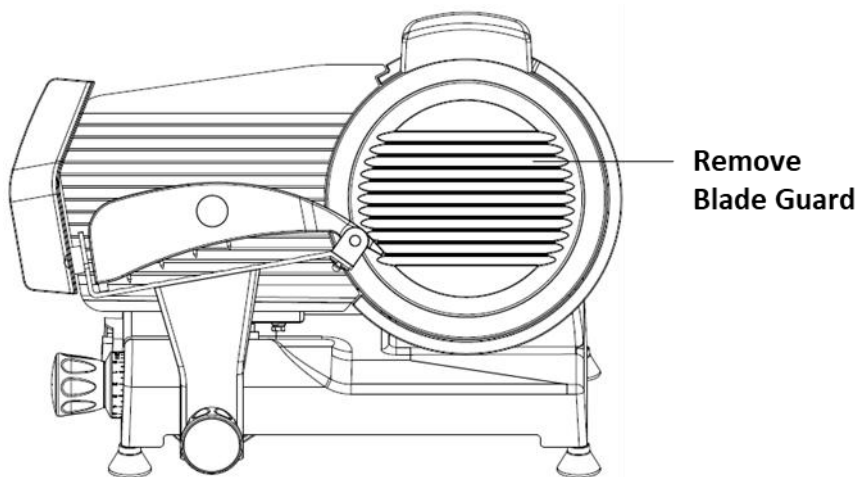

Fig. 3
6. Retire los tres tornillos de cabeza Phillips que sujetan la cuchilla (Parte #8). (Consulte la Fig. 3) La cuchilla ahora está liberada del eje y se puede retirar tirando suavemente hacia afuera. **TENGA EXTREMA PRECAUCIÓN: Recomendamos encarecidamente usar guantes resistentes a cortes al retirar, limpiar y volver a instalar la hoja.**